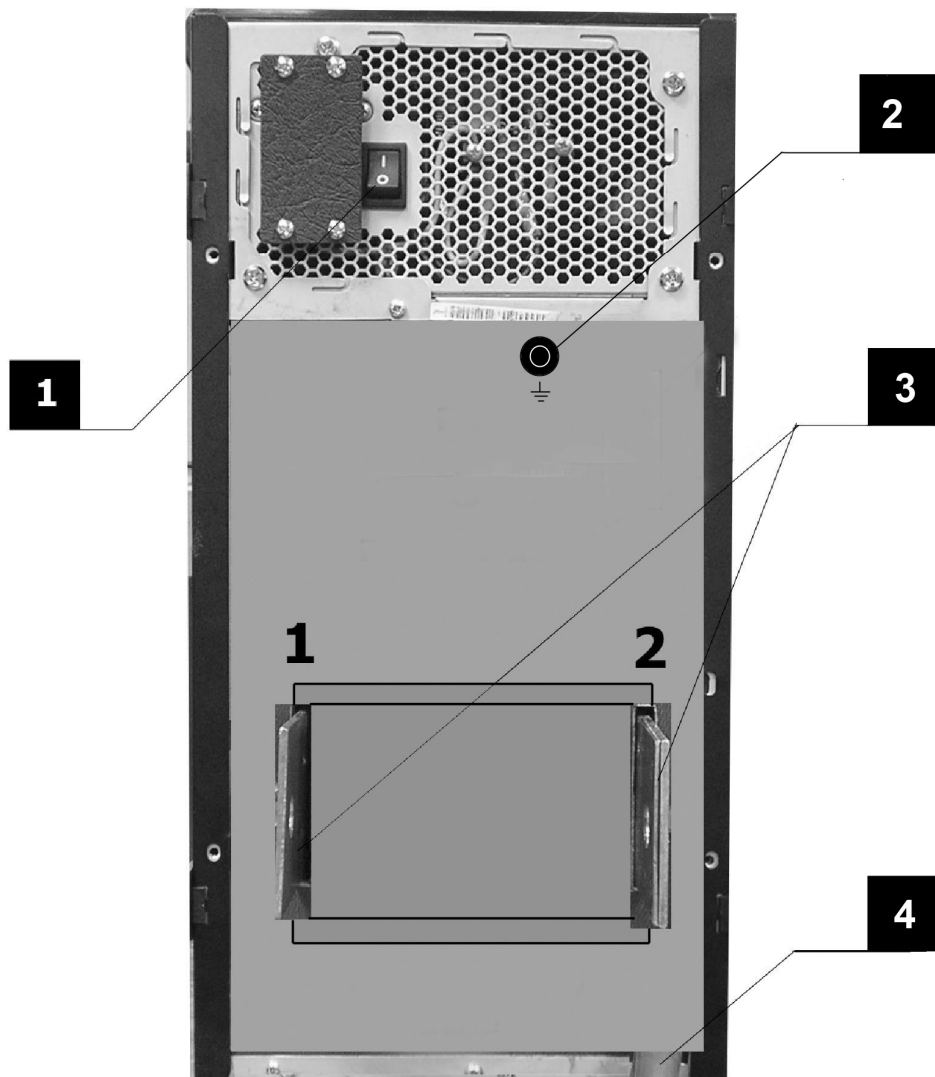

Рис.1. Задняя панель комплекта СИНУС-3600
4.3. Расположение силовых выводов и клавиш (рис. 1).